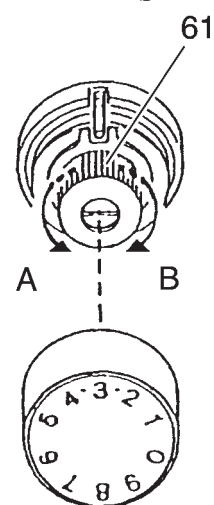

Рис. 41
- Поворачивайте зажимную гайку 61, чтобы установить требуемое натяжение (рис. 41).